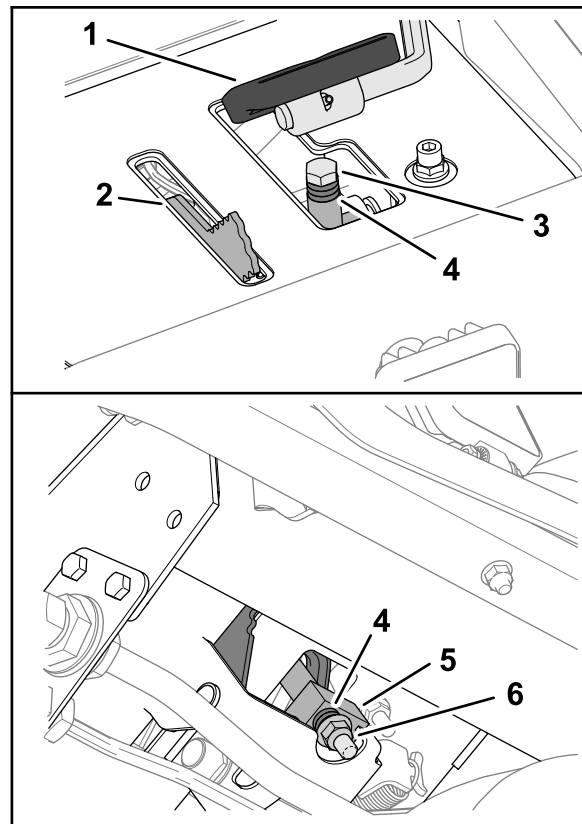

図 148
3. 走行ペダルの下でスペーサを刈り込みストップブロックに固定しているストップボルトとフランジロックナットを外す **図 148**。